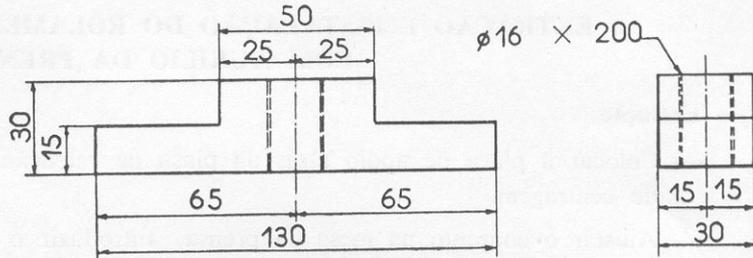
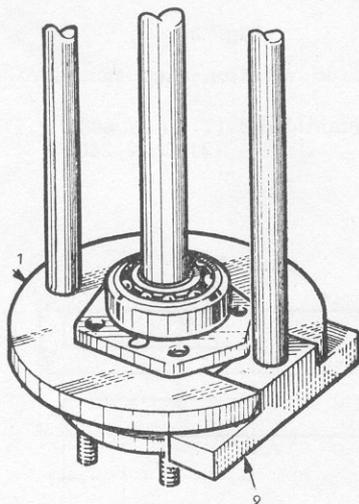

Fig. 6
Fig. 9
- Parafuse a segunda coluna na barra da placa de apôio, (fig. 6). Acomodar o conjunto conforme ilustração na fig. 9.